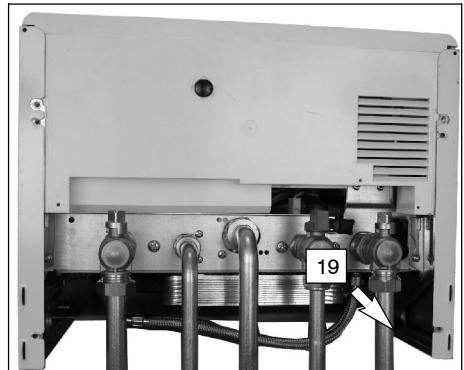

fig. 5.4
- 7 Conectar la descarga de la válvula de seguridad 19 en la fig. 5.4 a un cono de desagüe.